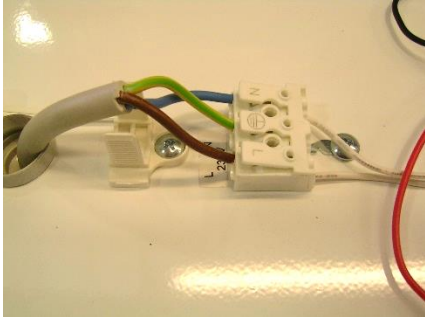

Fig. 4
5. Collegare la linea di alimentazione nel modo seguente: cavo di fase – morsetto L, cavo di neutro – morsetto N, cavo di terra – vite di terra (contrassegnata dal simbolo ⊕).(fig.4)
5. Connect the power supply in the following way: phase cable-terminal L, neutral cable-terminal N, ground cable-ground screw (marked by ground symbol ⊕).(fig4)